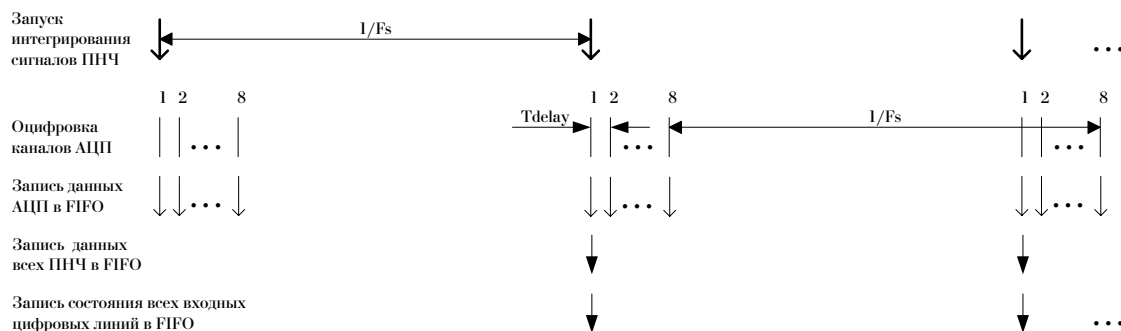

Рис. 4.4: Временная диаграмма работы E-270
*Каждый* канал оцифровывается на заданной пользователем частоте дискретизации  $F_s$ . Переключение между каналами производится с темпом 20 мкс, который определяет значение *межканальной задержки*. Таким образом, временная диаграмма работы 8-ми канального АЦП представляет собой кадровую структуру – отсчеты соседних каналов разделены временем межканальной задержки  $T_{delay}$ , а сформированные таким образом группы по 8 отсчетов (т.е. кадр) отстоят друг от друга на период дискретизации АЦП ( $1/F_s$ ) – см. рис. 4.4.
Значения  $F_s$  задаются программно12 и могут находиться в диапазоне 5...104 Гц, что соответствует разрядности 15.6...11.2-битного АЦП. На этой же частоте оцифровываются и данные встроенного 8-ми битного АЦП и состояние входных цифровых линий (см. рис. 4.4, стр. 24). Все каналы субмодулей Н-27х оцифровываются параллельно и синхронно на одной и той же частоте дискретизации, что уменьшает взаимные помехи.